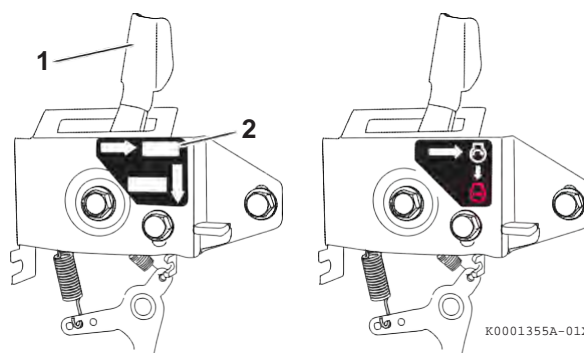

Figura 4
2. Se il controllo di velocità motore è simile a **Figura 4** fare scorrere la leva di controllo velocità motore **(Figura 4, (1))** nella posizione RUN. **(Figura 4, (2))**.